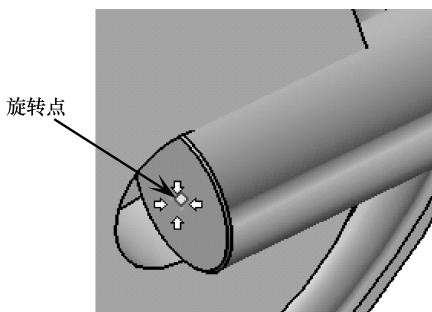

图 7-17 选择旋转点
- 15 激活【旋转轴】选项区的【指定点】命令，然后选择第3组件的端面圆心作为旋转点，如图7-17所示。